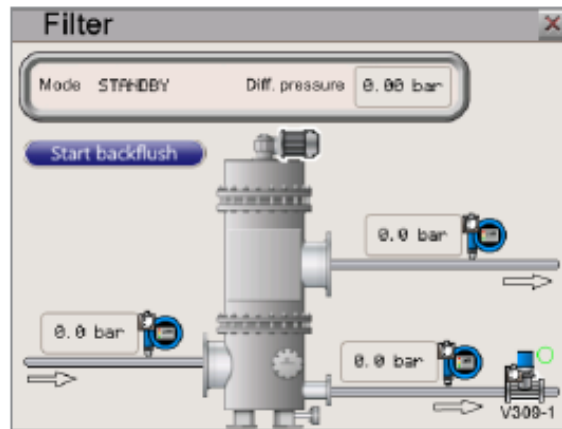

Figura 39- filtre
-**Filtre**: en pitjar sobre filtre se'ns desplegarà un nou menú (*Figura 39*) on se'ns mostrarà diferent informació al seu respecte. Aquesta informació és: